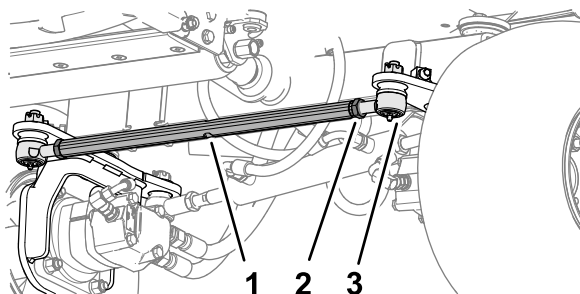

Figura 75
1. În partea din față a roii din spate, slăbiți cele 2 contrapiulie care fixează ansamblul barei de cuplare la capetele barei (Figura 75).
2. Aliniați roile prin rotirea barei de cuplare (Figura 75).
5. Strângeți cele 2 contrapiulițe pentru a fixa ansamblul barei de cuplare și capetele barei (Figura 75).